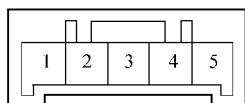

图 10-28 空调开关的检测方法
2) 根据图 10-28 中每个开关的位置, 检查端子之间是否导通。